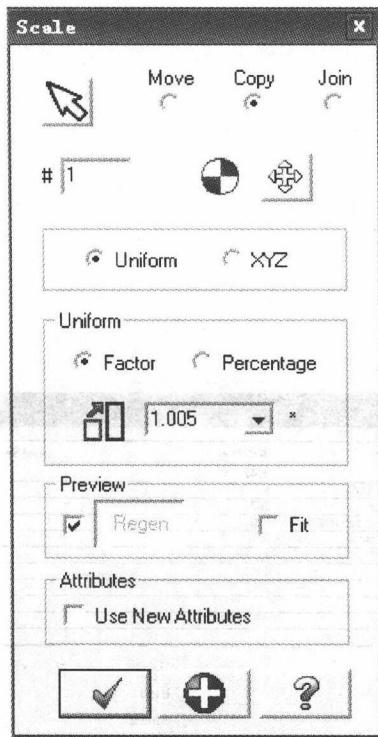

图 1-5 Scale 对话框
1) 打开所有图层，点选 All enties，依次点选 Xform/Xform Scale 下拉菜单，出现 Scale 界面，如图 1-5 所示，输入 1.005 后，点选 ，将图形乘以塑胶材料的缩水率。注意：要点选 Copy，将放大后的图形放在新的层。